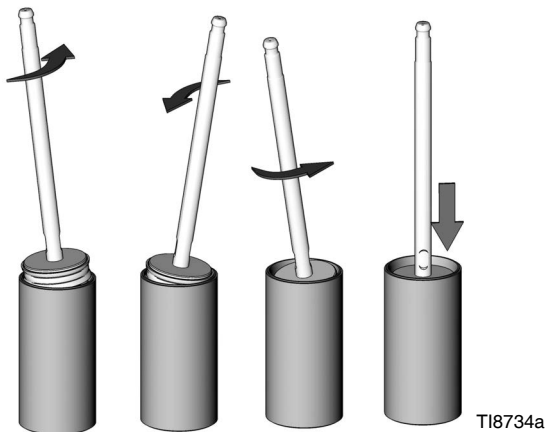

FIG. 9. Instalación del pistón en el cilindro
6. Lubrique el interior del cilindro (1). Deslice el conjunto del pistón en el cilindro (1). Gire el conjunto del pistón como se muestra en la FIG. 9.